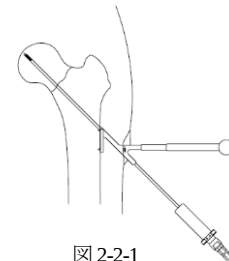

図 2-2-1
- 1) 24 ガイドピンの後端に 24 ガイドピンアダプタを装着し、TLS アンクルガイド (130° /135°) を介して骨頭軟骨下直下まで刺入します。 (図 2-2-1)